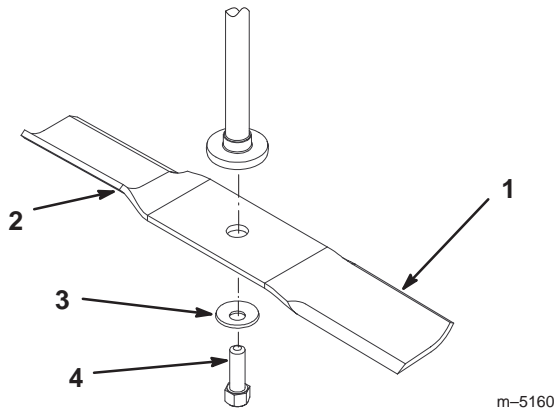
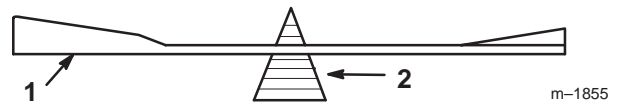

Figure 36
Figure 38
Tenez la lame à son extrémité avec un chiffon ou un gant épais. Enlevez de l'axe, le boulon de lame, la rondelle bombée et la lame (Fig. 36).
2. Vérifiez l'équilibre de la lame en la plaçant sur un équilibreur (Fig. 38). Si la lame reste horizontale, elle est équilibrée et peut être utilisée. Si la lame est déséquilibrée, limez un peu l'extrémité de la partie incurvée seulement (Fig. 36). Répétez la procédure jusqu'à ce que la lame soit équilibrée.
1. Placez la lame sur l'axe (Fig. 36).
2. Montez la rondelle bombée (face concave vers la lame) et le boulon de lame (Fig. 36). Serrez le boulon de lame à 47–88 Nm.